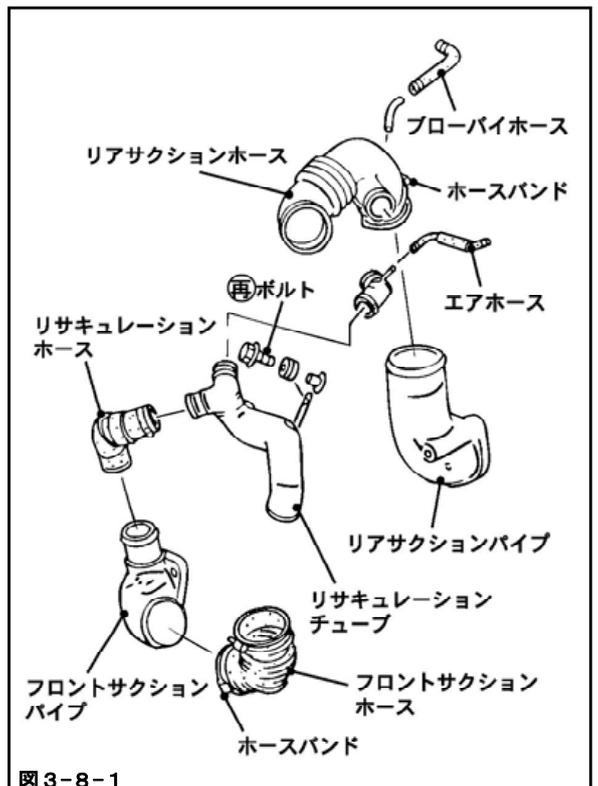

図3-8-1
- (1) F, Rのサクションパイプを取付けてください。(図3-8-1)
- (2) F, Rのサクションホースを取付けてください。(図3-8-1)
- (1) リサキュレーションチューブを取付けてください。(図3-8-1)
- (2) ボルト (1本)を取付けてください。